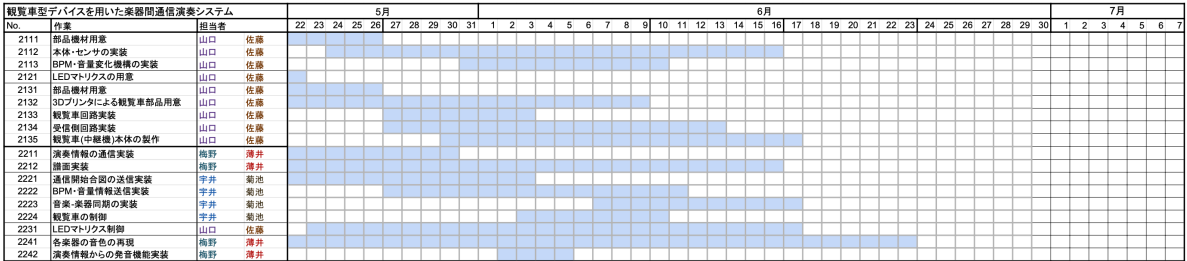
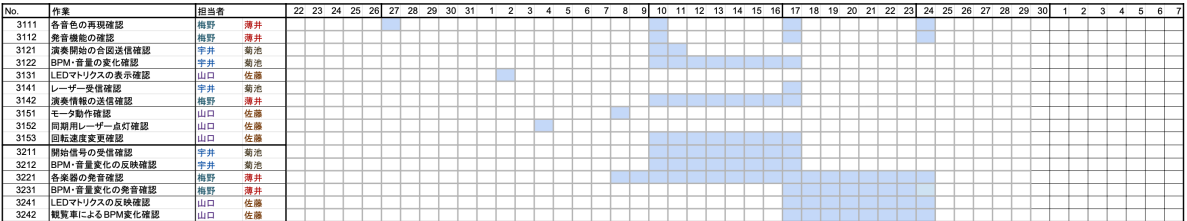

図 1 計画段階のガントチャート (実装フェーズ)
図 2 計画段階のガントチャート (テストフェーズ)
計画段階のガントチャート (GC) を図 1 (実装フェーズ) および図 2 (テストフェーズ) に示す。
- テストフェーズに移行し、LED マトリクスの反映確認 (No.3241) を実施する (図 2 参照)。